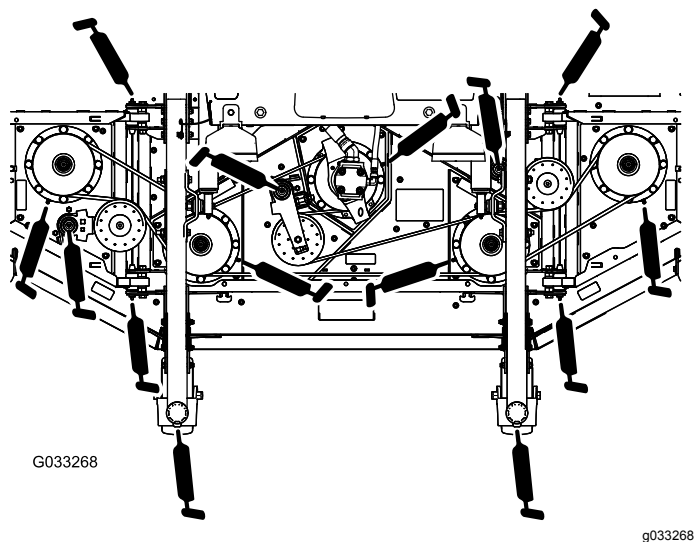

Figura 80
- Dois casquilhos de eixo da forquilha da roda giratória (Figura 80)
- 5 rolamentos do eixo (localizados na cobertura do eixo), conforme se mostra na Figura 80
- 3 casquilhos da articulação do braço intermédio (localizados no eixo da articulação intermédia), conforme se mostra na Figura 80
- 4 casquilhos da plataforma lateral (localizados nos pinos da articulação lateral), conforme se mostra na Figura 80